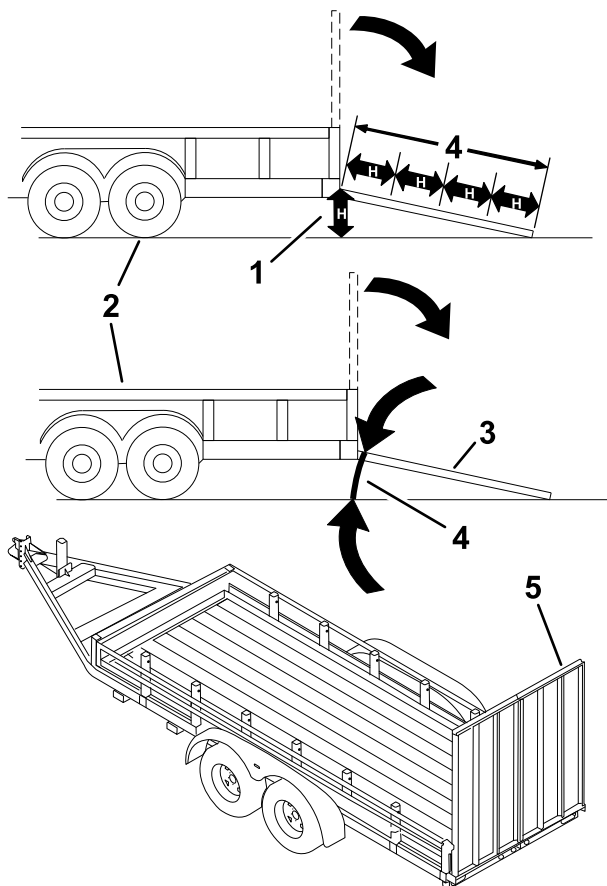

Figura 59
La carga de una máquina a un remolque o camión aumenta la posibilidad de vuelcos y podría causar lesiones graves o muertes (Figura 59).
3. Baje la rampa (Figura 59).